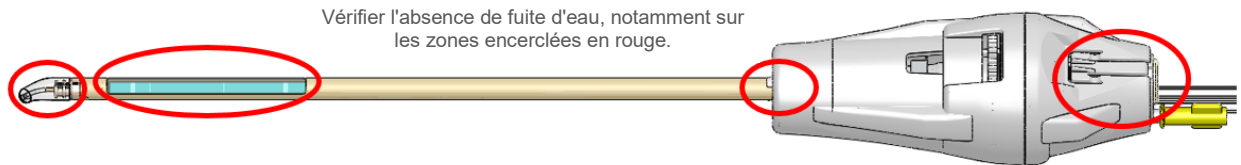

Figure 28 : Zones à inspecter pour repérer les fuites d'eau dans l'UA
7. **Urologue** : inspecter attentivement le long de la tige de l'UA pour repérer toute éventuelle fuite d'eau. Les zones d'intérêt sont précisées sur la *Figure 28*. Si de l'eau est découverte, l'UA est défectueux et ne doit pas être utilisé.